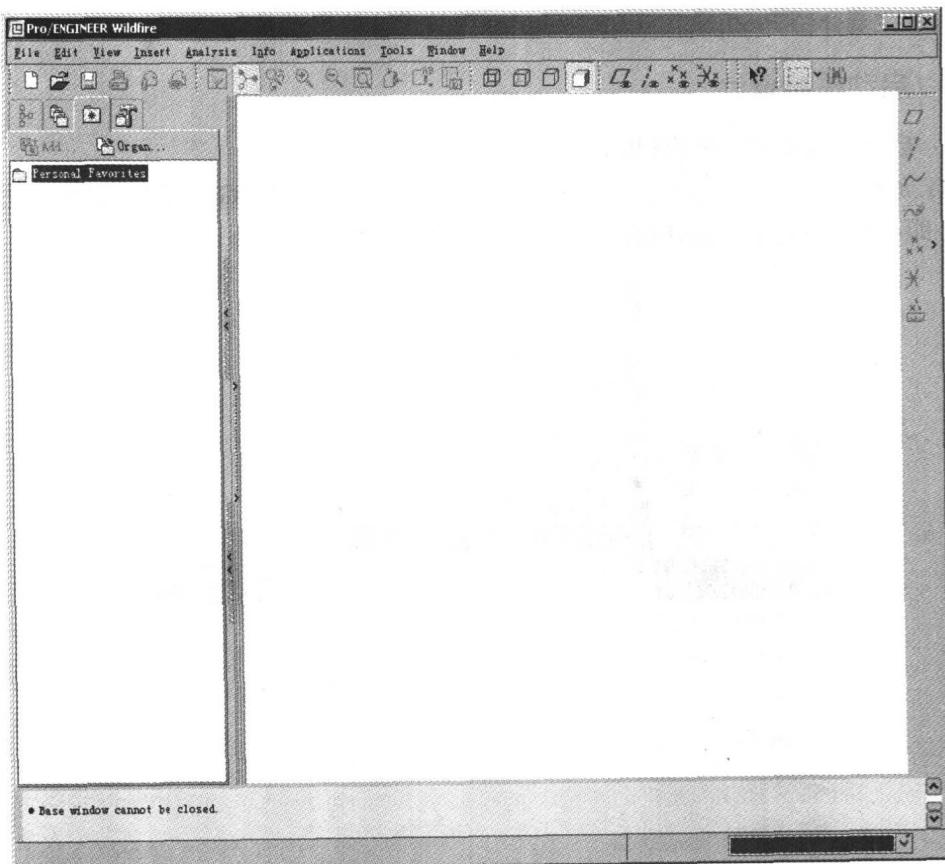

图 1.3 Pro/ENGINEER Wildfire 软件环境界面
(3) 启动后的 Pro/ENGINEER Wildfire 软件环境界面如图 1.3 所示。